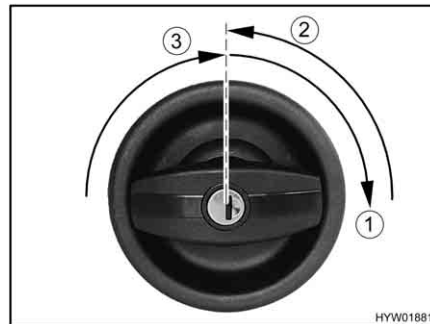

Bild 22 Türschloss Eingangstür, außen, öffnen
- Schlüssel in Schließzylinder stecken und im Uhrzeigersinn drehen (Bild 22,1), bis das Türschloss entriegelt ist.
- Schlüssel in Mittelstellung zurückdrehen (Bild 22,2) und abziehen.
- Türknopf im Uhrzeigersinn drehen (Bild 22,3), bis Türschloss entriegelt ist.